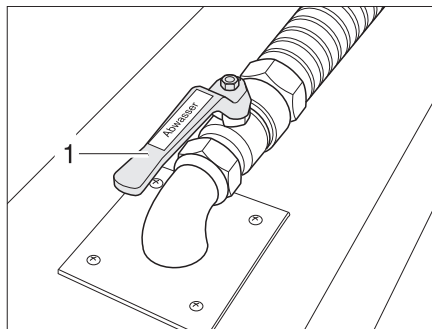

Bild 371 Avloppsventil
Avloppsventilen (Bild 371,2) sitter i dubbelgolvet. Avtappningskranen är svart och märkt med texten "Abwasser" ("Avloppsvatten").
- Öppna avloppsventilen (Bild 371,1). Avloppsvattnet rinner ut.